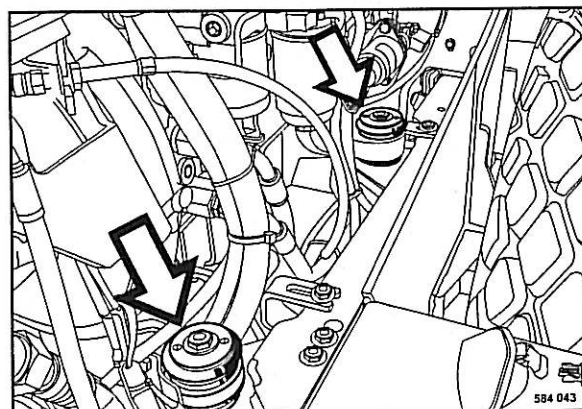

Fig. 119
- Comprobar el estado y asiento fijo de los soportes del motor (Fig. 119).